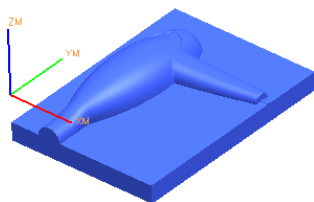

图 10.1.5 部件几何体
Step3. 在“部件几何体”对话框中选择  几何体 单选项，单击  按钮，则选取了整个零件为部件几何体，如图 10.1.5 所示。